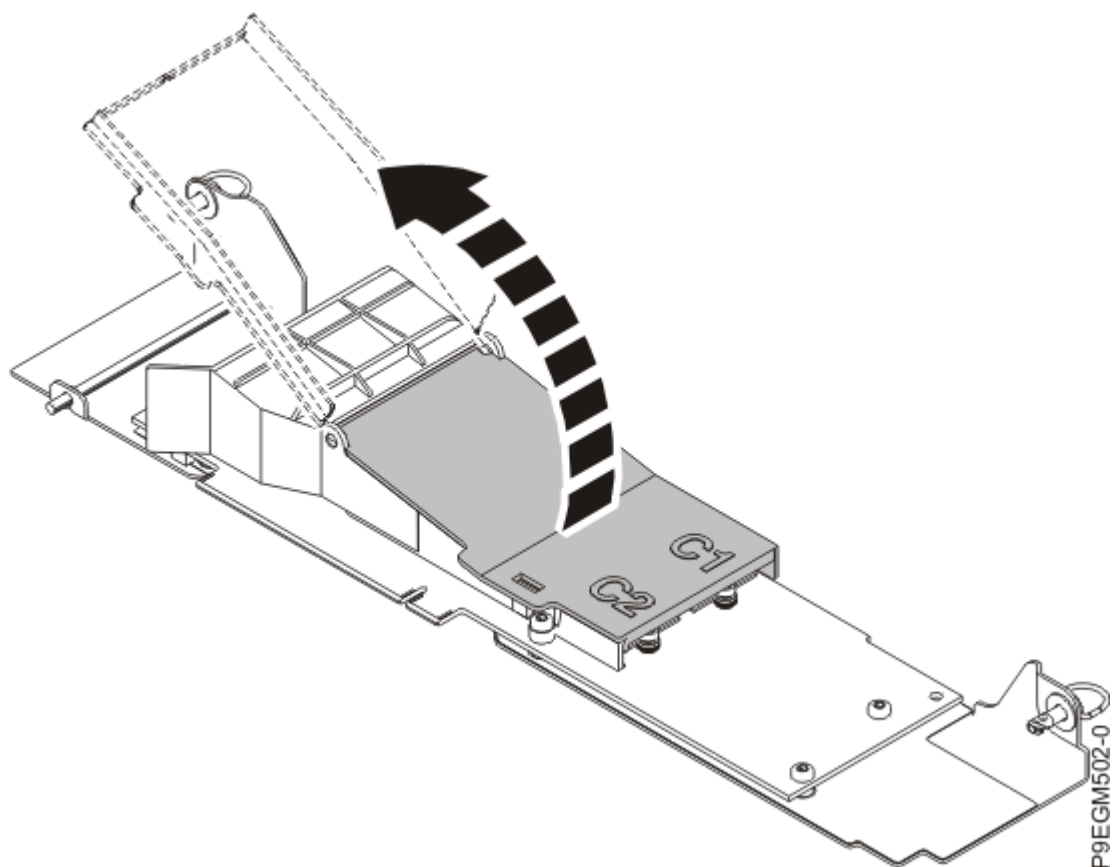

Abbildung 27. Abdeckung der NVMe M.2-Trägerkarte abnehmen
- a) Nehmen Sie die schwarze Abdeckung der NVMe M.2-Trägerkarte ab, indem Sie sie in der Nähe der Haltezungen nach oben ziehen (siehe Abbildung 27 auf Seite 33).